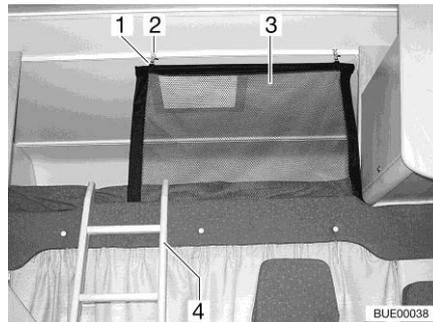
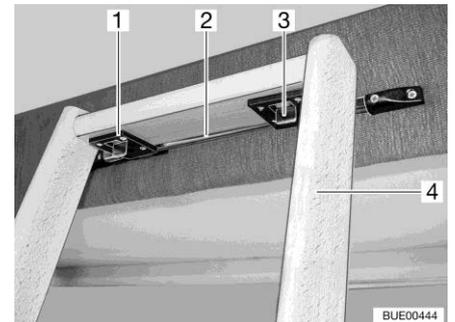

Fig. 101 Cama de alcoba
Fig. 102 Escalera de ascenso, bloqueo
Para subir a la cama de alcoba, utilizar la escalera de ascenso (Fig. 101,4 y Fig. 102,4) equipada de serie.
- Enganchar la escalera con los dos ganchos (Fig. 102,1) en la barra (Fig. 102,2) del panel de la alcoba.
- Correr los dos bloques (Fig. 102,3) hacia adelante.
La red de seguridad (Fig. 101,3) viene de serie entre el colchón y el somier. Apenas extender la red de seguridad cuando las personas ya se encuentren en la alcoba.
- Enganchar el soporte (Fig. 101,1) en las argollas en el techo (Fig. 101,2).